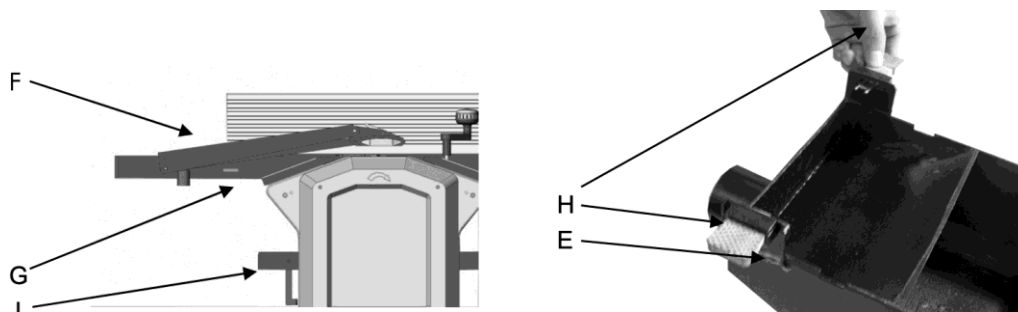

Figure 6
- El conducto de polvo E está colocado de manera que ambas llaves H estén alineadas con los orificios longitudinales G. Luego, empuje ambas llaves H en los orificios longitudinales G. (Consulte la Fig. 6 )